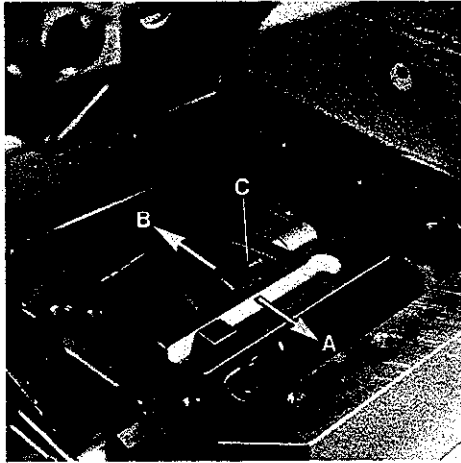

Fig.68
2. Loosen screw (C, Fig. 68).
3. To increase the looper avoid motion move screw (C, Fig. 68) in the direction of the arrow towards "A", to decrease the motion move it in the direction towards "B". Retighten screw.
2. Lösen Sie die Schraube (C, Fig. 68).
3. Verschieben Sie für einen größeren Seitenweg die Schraube (C, Fig. 68) in Pfeilrichtung nach "A" und für einen kleineren Seitenweg in Richtung nach "B". Ziehen Sie die Schraube wieder an.